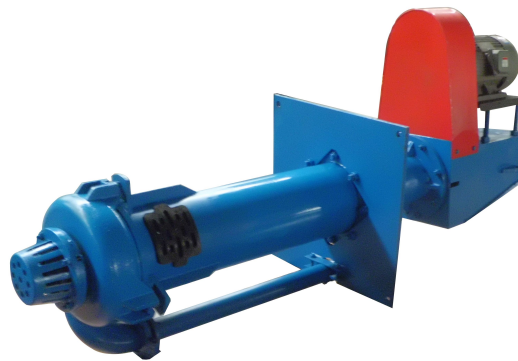

Рис. 1
Шламовый насос серии ВР (R) (рис. 1) представляет собой центробежный вертикальный насос, работающий под давлением жидкости. Он широко используется для подачи абразивной шламовой массы высокой плотности с крупными частицами в металлургии, рудниках, электростанциях, химической и других отраслях промышленности.